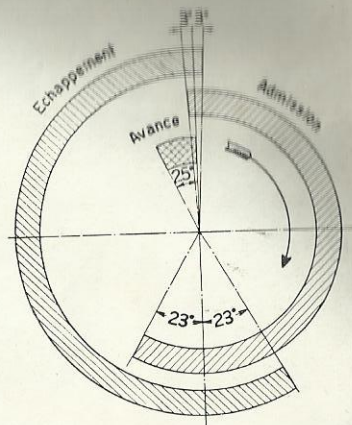

Fig. 23. - Diagramme de la distribution
- Déplacer de quelques degrés en avant et en arrière le vilebrequin et vérifier si le début d'ouverture de la soupape d'admission du cylindre susdit et la fermeture de la soupape d'échappement se vérifient en position symétrique par rapport à l'entaille P.M.S. sur le volant. Comme il est indiqué au diagramme de la distribution (fig. 23), le début d'ouverture de la soupape d'admission et la fermeture de la soupape d'échappement doivent se faire à 3° du point mort haut, ce qui correspond à 8 mm environ sur le